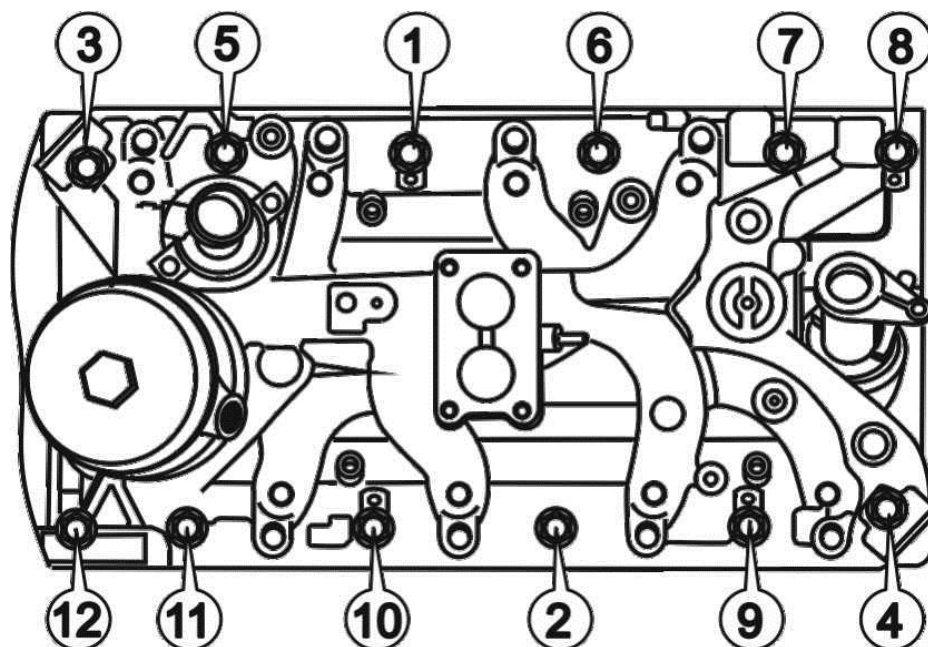

Рис.78. Порядок затяжки гаек впускной трубы
42. Завернуть гайки крепления впускной трубы. Сначала завернуть гайки так, чтобы равномерно слегка прижать прокладки, затем произвести окончательную затяжку гаек. Предварительную и окончательные затяжку гаек впускной трубы производить в последовательности, указанной на рис.78.